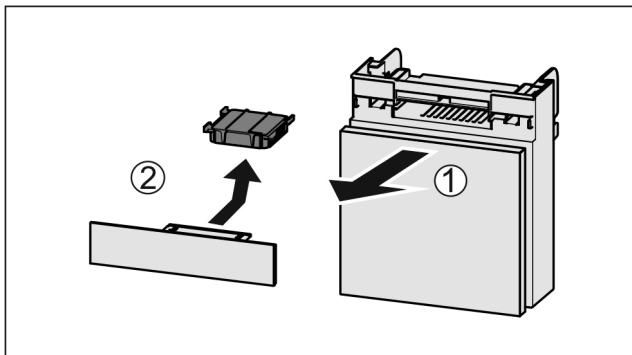

Fig. 177
- Fach nach vorne herausziehen Fig. 177 (1).
- Aktivkohlefilter entfernen Fig. 177 (2).